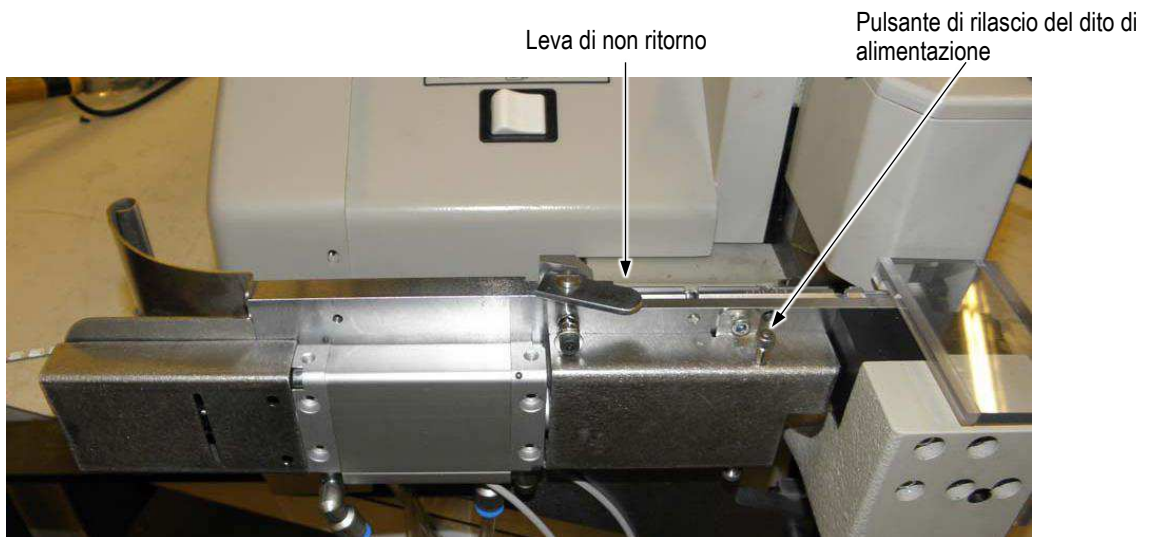

Figura 13
2. Ruotare la leva di non ritorno per rilasciare e tenere aperto il meccanismo di non ritorno (parte posteriore), quindi far avanzare la striscia terminali lunga la relativa guida e il solco della piastra di alimentazione finché l'estremità non raggiunge il dito di alimentazione (vedere Figura 13).